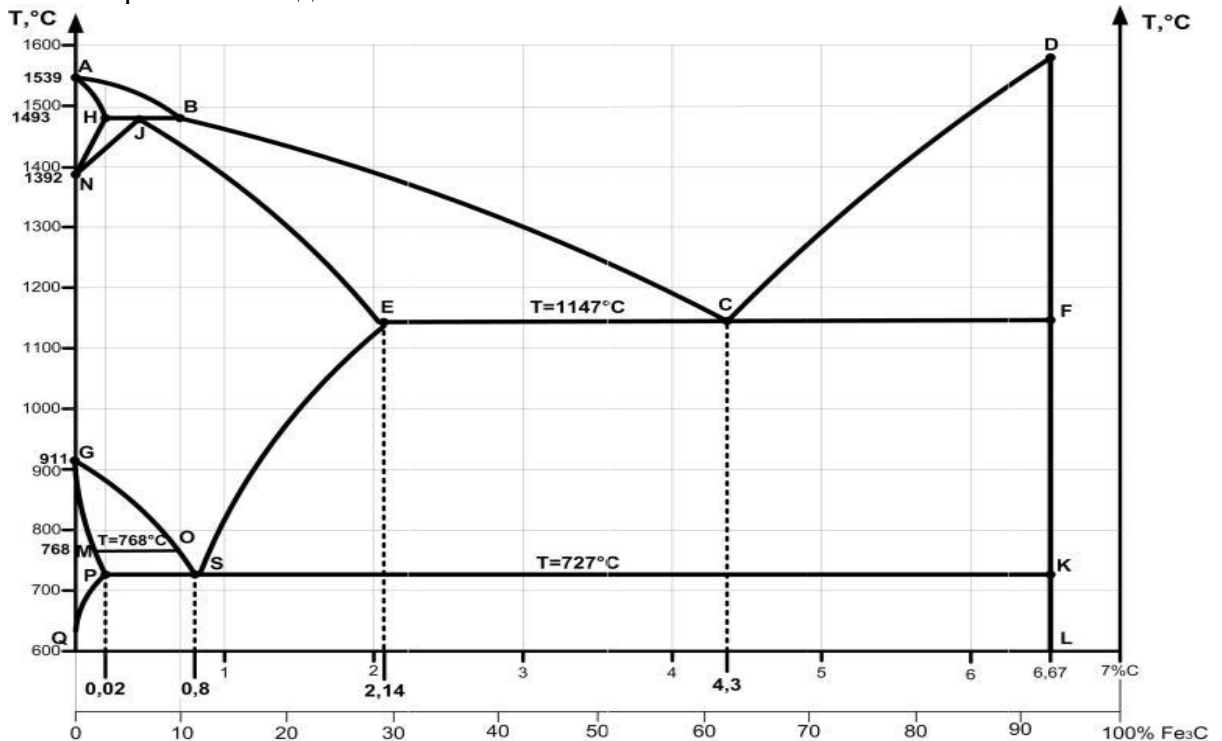

Рисунок 1 Диаграмма состояния железо-цементит
1. По диаграмме состояния железоуглеродистых сплавов (рисунок 1) построить кривую охлаждения для сплава с содержанием углерода 3%.